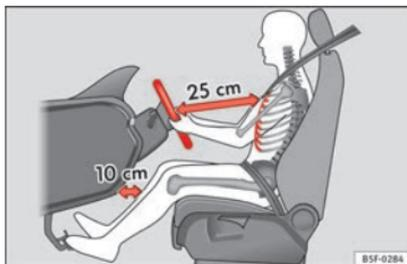
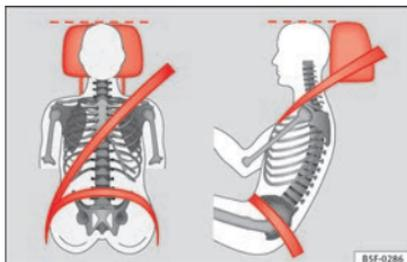

Fig. 79 La distance correcte entre le conducteur et le volant doit être de 25 cm minimum (10 pouces).
Fig. 80 Sangle bien ajustée et appuie-tête correctement réglé.
- Réglez l'appuie-tête de manière à ce que son bord supérieur soit, dans la mesure du possible, à la même hauteur que la partie supérieure de votre tête, et au moins à la hauteur de vos yeux. Gardez la nuque le plus près possible de l'appuie-tête » **fig. 79** et » **fig. 80**.
- Réglez le volant à une distance d'au moins 25 cm (10 pouces) de votre cage thoracique » **fig. 79** et de sorte à pouvoir saisir des deux mains et avec les bras légèrement fléchis le volant latéralement par la partie extérieure.
- Réglez le siège du conducteur dans la longueur de manière à pouvoir actionner à fond les pédales avec les jambes légèrement fléchies tout en maintenant les genoux à au moins 10 cm (4 pouces) de la planche de bord » **fig. 79**.